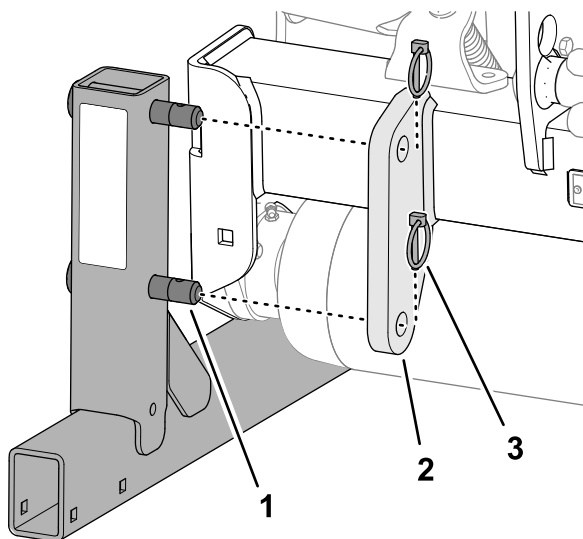

Figura 20
2. Retire os dois pinos de sujeição que fixam o suporte de armazenamento ao suporte na armação do engate da máquina (Figura 20).
5. Insira os pinos de sujeição (incluídos nas peças soltas) nos pinos do suporte para armazenamento (Figura 20).